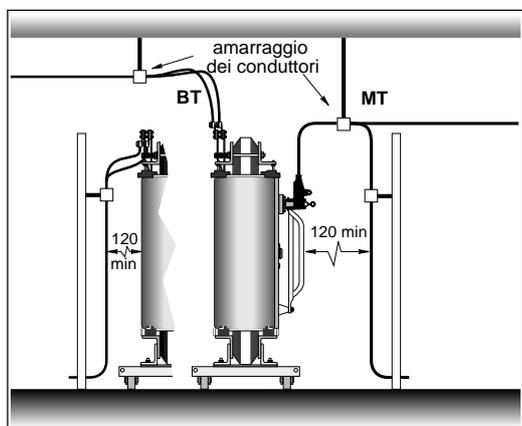

Figura 6 - collegamento MT a mezzo di terminali sconnettibili.
■ collegamenti MT con isolatori a spina (figura 6 - 6a)